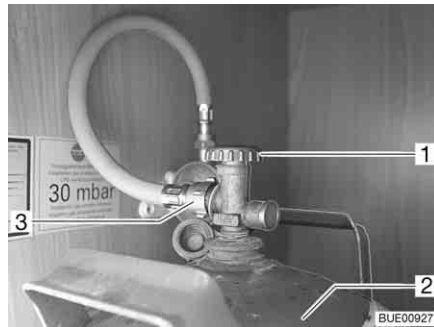

Fig. 158 Caja para bombonas de gas
- Cerrar la llave de paso principal (Fig. 158,1) de la bombona de gas (Fig. 158,2). Observar el sentido de la flecha.
- Desenroscar la goma del gas (Fig. 158,3) de la bombona de gas.